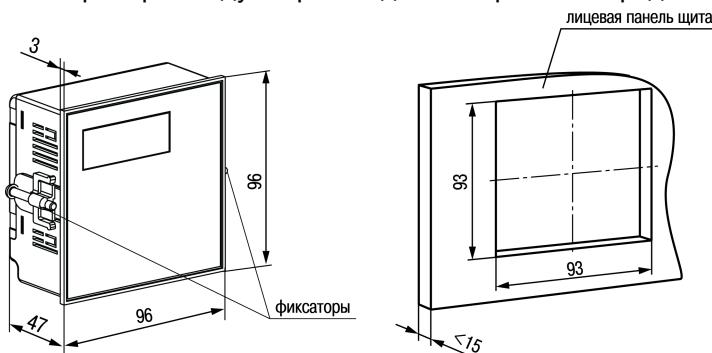

Рисунок 4.10 – Габаритные размеры корпуса Щ11
1. Подготовить на щите управления монтажный вырез для установки прибора (см. рисунок 4.10).